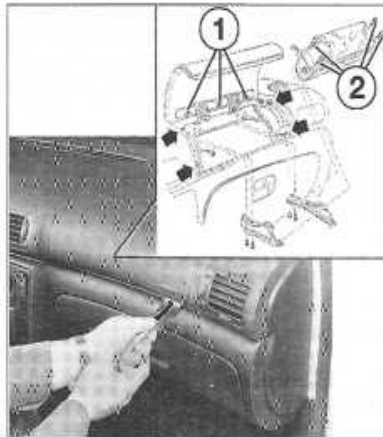

FIGURE 9-17
- Basculer le cache vers le haut et dévisser les écrous (1) de fixation du cache (figure 9-17).
- Dévisser les vis (2) qui retiennent le module d'airbag sur les 2 appuis (figure 9-17).